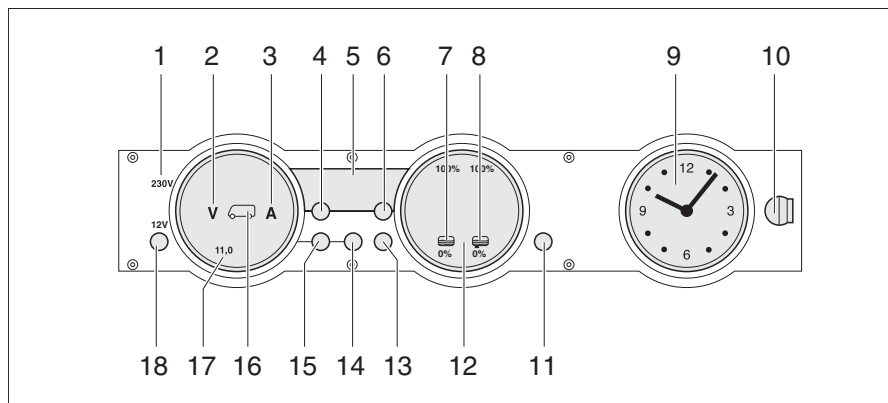

Fig. 259 Panel MP 20-T
La luz de control de 230 V (Fig. 259,1) se enciende cuando hay tensión de red en la entrada del bloque eléctrico.
El interruptor principal de 12 V (Fig. 259,18) conecta y desconecta el panel y la alimentación de 12 V del habitáculo.
- Pulsar la tecla "12 V" (Fig. 259,18) brevemente. La alimentación de 12 V del habitáculo está conectada. La visualización de control "12 V" está encendida.
- ▷ En caso de que después de la conexión parpadeen tanto el LED "11,0" de la visualización de voltios así como el símbolo Voltios "V" (Fig. 259,2) en el instrumento indicador Baterías (Fig. 259,17), será demasiado baja la tensión de la batería del habitáculo. Cargar la batería.
- ▷ En caso de que después de la conexión parpadeen tres veces la visualización de control "12 V", el símbolo Batería del habitáculo (Fig. 259,16) y el símbolo Voltios "V" (Fig. 259,2), estará activada la separación de batería. Desactivar la separación de batería.
- Pulsar la tecla "12 V" (Fig. 259,18) brevemente. La alimentación de 12 V del habitáculo está desconectada. La visualización de control "12 V" se apaga.
- Pulsar la tecla Batería del habitáculo (Fig. 259,14) y mantenerla pulsada aprox. 10 segundos. Los símbolos Voltios "V" (Fig. 259,2) y Amperios "A" (Fig. 259,3) parpadean tres veces. La batería del habitáculo está separada de la red de a bordo de 12 V.
- Pulsar la tecla "12 V" (Fig. 259,18) y mantenerla pulsada aprox. 5 segundos. El símbolo Voltios "V" (Fig. 259,2) parpadeará tres veces. La batería del habitáculo está conectada a la red de a bordo de 12 V. La visualización de control estará encendida durante aprox. 2 segundos.
- Pulsar la tecla Batería del habitáculo "🔋" (Fig. 259,14). El símbolo Voltios "V" (Fig. 259,2) estará encendido. Según la carga o la descarga, el símbolo Amperios "A" estará iluminado de color blanco o rojo. La tensión de la batería y la corriente de la batería del habitáculo se visualizan a través de LEDs en el instrumento indicador.
- Pulsar la tecla Batería del motor de arranque "🔋" (Fig. 259,15). El símbolo Voltios "V" (Fig. 259,2) estará encendido. La tensión de la batería del motor de arranque es visualizada a través de LEDs en el instrumento indicador.
- Pulsar la tecla Depósitos  (Fig. 259,13). Los símbolos Depósito de agua  (Fig. 259,7) y Depósito de aguas residuales  (Fig. 259,8) estarán encendidos. Los niveles de llenado del depósito de agua (escala izquierda) y del depósito de aguas residuales (escala derecha) serán visualizados a través de LEDs en el instrumento indicador.
El símbolo Voltios "V" (Fig. 259,2) y el LED "11,0" parpadearán tan pronto la tensión de la batería caiga abajo de 11 V (medición durante el funcionamiento) y exista el riesgo de una descarga completa.
El símbolo Depósito de agua "☰" (Fig. 259,7) o el símbolo Depósito de aguas residuales "☱" (Fig. 259,8) parpadeará si el depósito de agua está vacío o el depósito de aguas residuales está lleno.